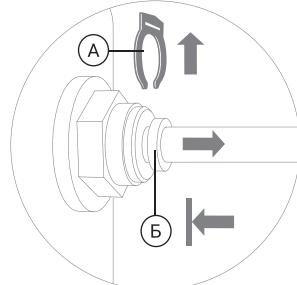

Рис. 11
17. Отсоедините стопорную клипсу (А). Удерживая цанговое кольцо (Б) прижатым к основанию фитинга, потяните на себя трубку и аккуратно извлеките ее из фитинга (рис. 11).